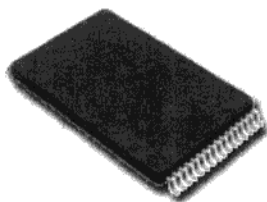

图 3-5 40 脚的 BIOS 封装
2. TSOP 封装的，长方形的短边带引脚 40 脚多用于 IBM、戴尔、索尼等品牌，如图 3-5 所示。